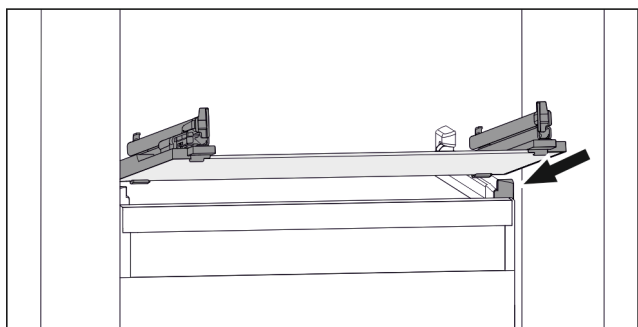

Fig. 38 Příklad znázornění skleněné desky
- ▶ Nasadte skleněnou desku šikmo za zářezky. (viz Fig. 38)